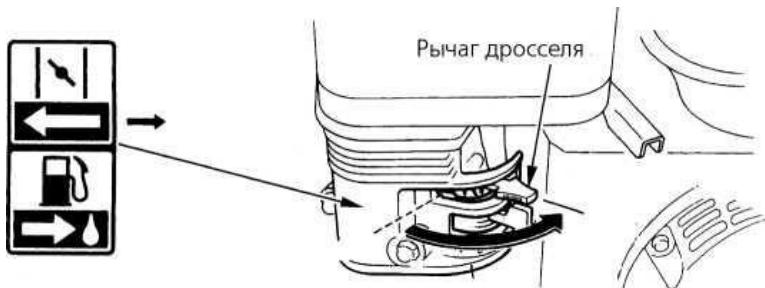

**Рис. 16**
2. Снимите кронштейн с транспортировочным колесом. На Рис. 16 показан мотокультиватор без кронштейна с транспортировочным колесом.